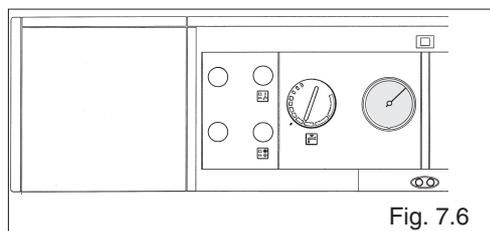

Fig. 7.6
- posizionare il termostato al minimo della temperatura (fig. 7.6).